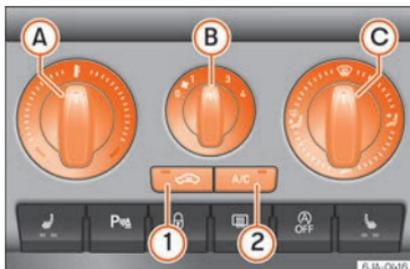

Fig. 169 Aire acondicionado: elementos de manejo.
El sistema de refrigeración funciona solamente si está pulsada la tecla **A/C** (2) »» fig. 169, cumpliéndose a la vez las siguientes condiciones:
- La temperatura aumenta girando el mando **A** »» fig. 169 hacia la derecha.
- Conecte el ventilador girando el mando **B** »» fig. 169 a las posiciones de 1 hasta 4.
- Si desea cerrar la entrada de aire fresco, utilice la tecla (1) »» pág. 161, Recirculación de aire.
- Girando el mando **C** »» fig. 169 se ajusta el acceso de aire a los respectivos difusores »» pág. 159.
- Pulse la tecla **A/C** (2) »» fig. 169 y el testigo de dentro de la tecla se ilumina.
- Volviendo a pulsar la tecla **A/C** (2), el testigo de dentro de la tecla se apaga.
Si el rotativo **C** »» fig. 169 está en posición de deshielo, la trampilla de recirculación estará siempre abierta (indicador luminoso apagado).
- Pulse la tecla **1** »» fig. 169, el testigo de la tecla se ilumina indicando que se ha activado la recirculación del aire interior del habitáculo.